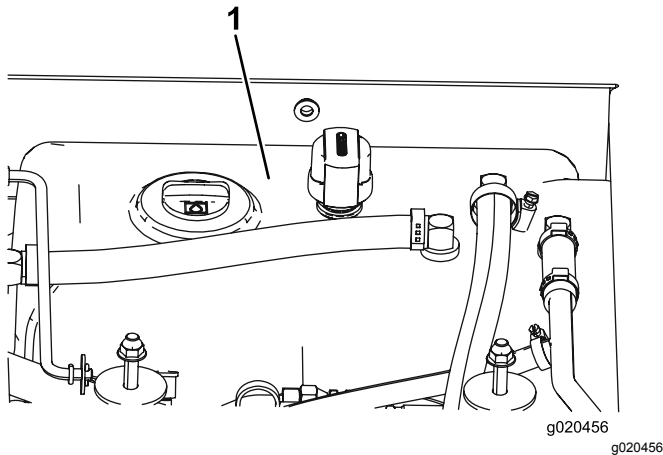

Bild 78
4. Füllen Sie den Hydraulikbehälter (Bild 78) mit Hydrauliköl, siehe Prüfen des Hydrauliköls (Seite 64).